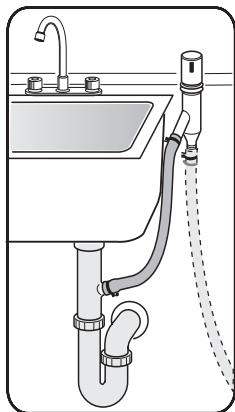

Ilustración 24
- 3 A la conexión de evacuación debajo del fregadero y a través de un dispositivo de ventilación, como muestra la **Ilustración 24**.